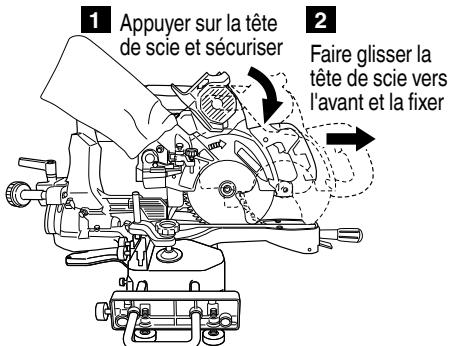

Fig. 54
## (2) Fixation du cordon (Fig. 54, 55)
- ① Appuyer sur la tête de scie et la fixer avec la goupille de verrouillage.
- ② Faire glisser la tête de scie jusqu'à ce qu'elle entre en contact avec l'avant et fixer la tête avec le boulon de fixation coulissant à oreilles.